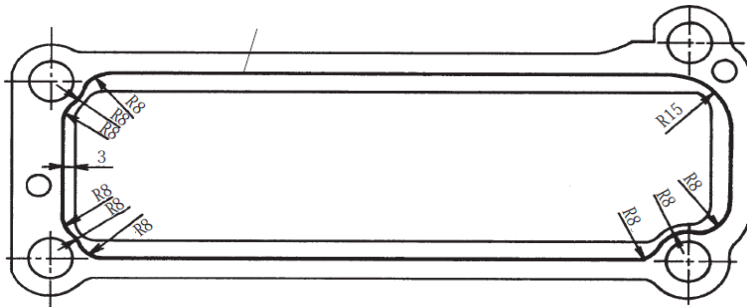

рис. 3
4. Нанести герметизирующий состав на монтажную поверхность (рис. 3).